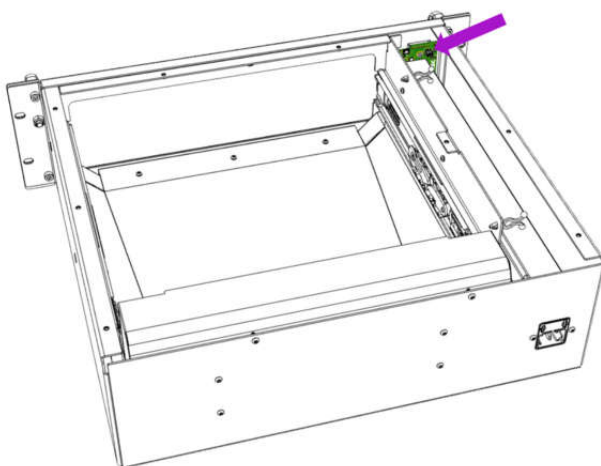

Abb. 7
3. Der Mikro-USB Anschluss befindet sich auf der Elektronikplatine hinter dem Display (Abb. 7)